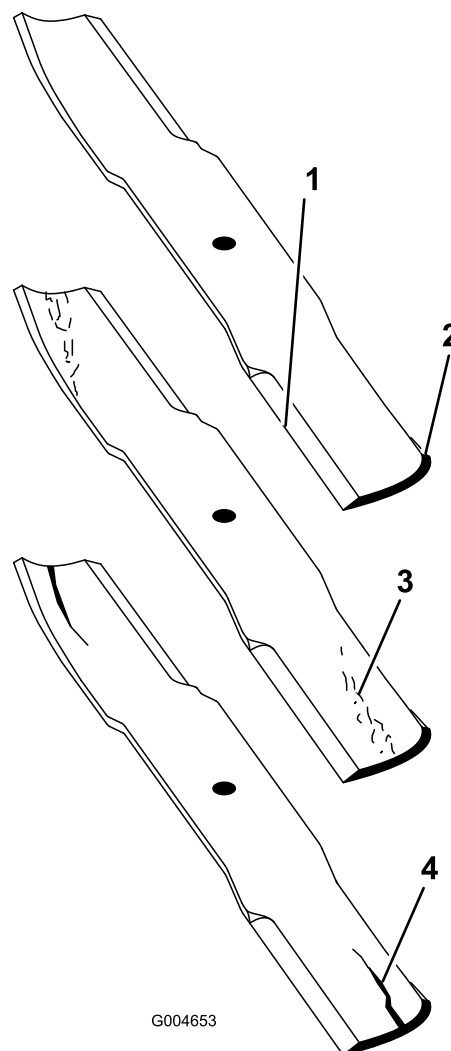

Figure 92
2. Examinez attentivement les tranchants de la lame, particulièrement au point de rencontre de la partie plane et de l'ailette (Figure 92).
Remarque: Le sable et les matières abrasives peuvent éroder le métal à cet endroit, c'est pourquoi il est important de contrôler l'état de la lame avant d'utiliser la tondeuse. Remplacez la lame si elle est usée (Figure 92).